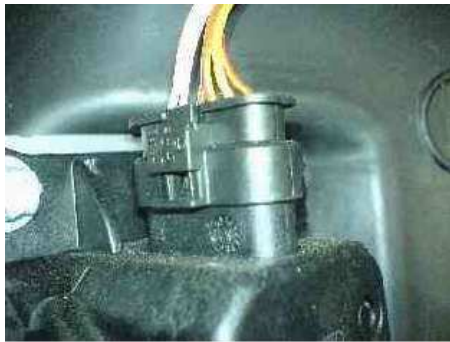

Fig 1
- Soudez le fil **Vert** en position 1 dans le connecteur de la pédale (fig.1).
- Débranchez le connecteur à (6 broches) de la pédale d'accélérateur (Fig1).